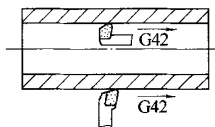
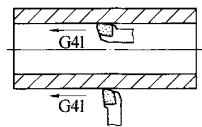

图4
图5
刀具半径补偿指令(G41、G42)、假想刀尖圆弧位置序号(1~8)在不同加工状态下的正确使用分述如下,如图4~11所示。
(1) 假想刀尖位置为P1时,刀具半径补偿指令为G42,如图4所示;假想刀尖位置为P2时,刀具半径补偿指令为G41,如图5所示。